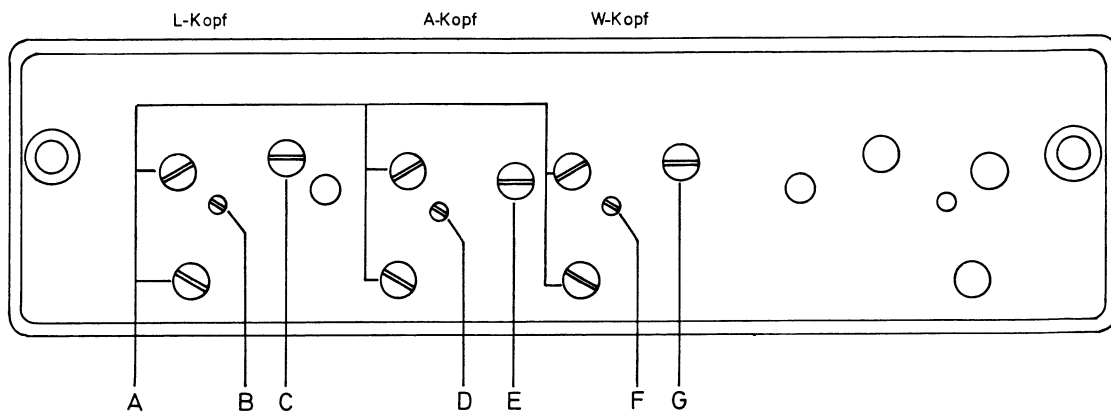

Bild 2
2.1 Köpfe: (siehe Bild 2)
2.1.2 Taumeln des Wiedergabekopfes (siehe Bild 2)